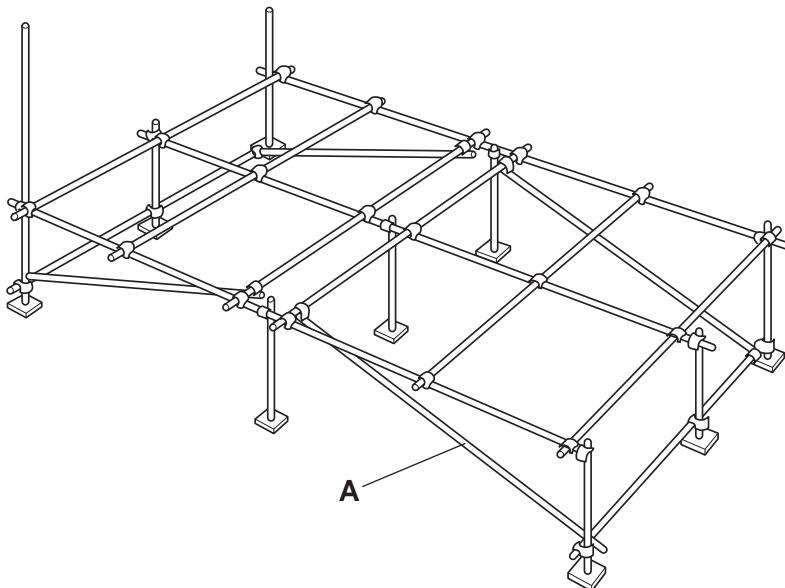

Fig. 13
- (d) Fig. 13 shows a framework for a temporary outdoor stage.